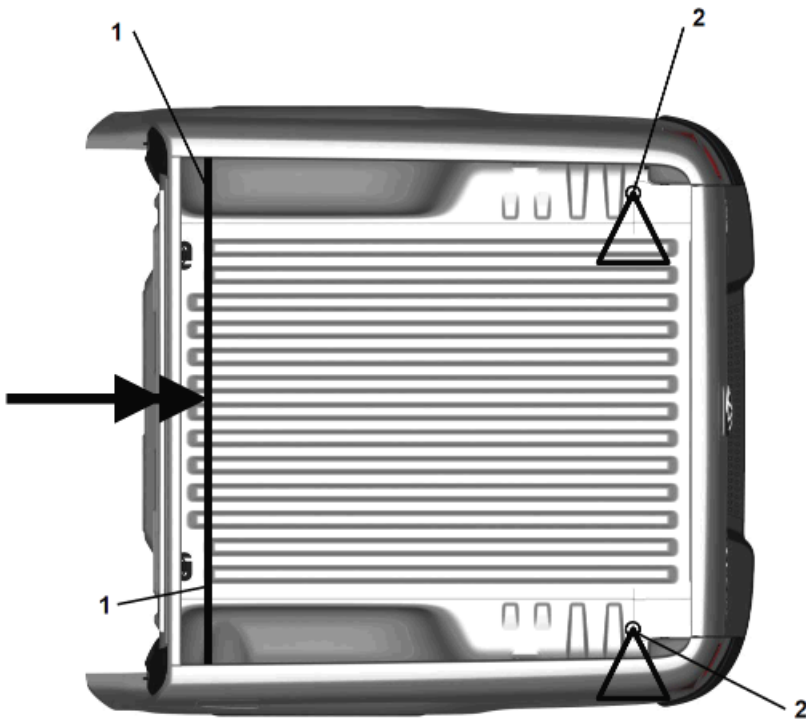

Abb. 4.3.3: Statische Steifigkeit der Cargobox zwischen den Schraubpunkten vorn (1) und hinten (2) der Rohkarosserie, $CT = 1.400 \text{ Nm}^{\circ}$
- Bei Ersatz der Cargobox durch andere Aufbauten ist eine max. statische Torsionssteifigkeit des Aufbaus von $C_T=1400\text{Nm}/^\circ$ (siehe Abb. 4.3.3) einzuhalten.